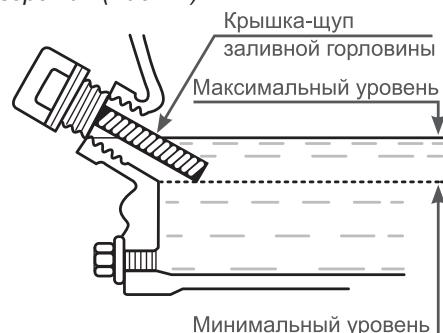

Рис. 27 Проверка уровня масла
*Максимальный уровень масла в картере соответствует нижней кромке заливного отверстия (Рис. 27).*
7. При недостаточном уровне масла в картере необходимо долить чистое масло до верхней отметки на щупе, что соответствует нижней кромке заливного отверстия (Рис. 27).